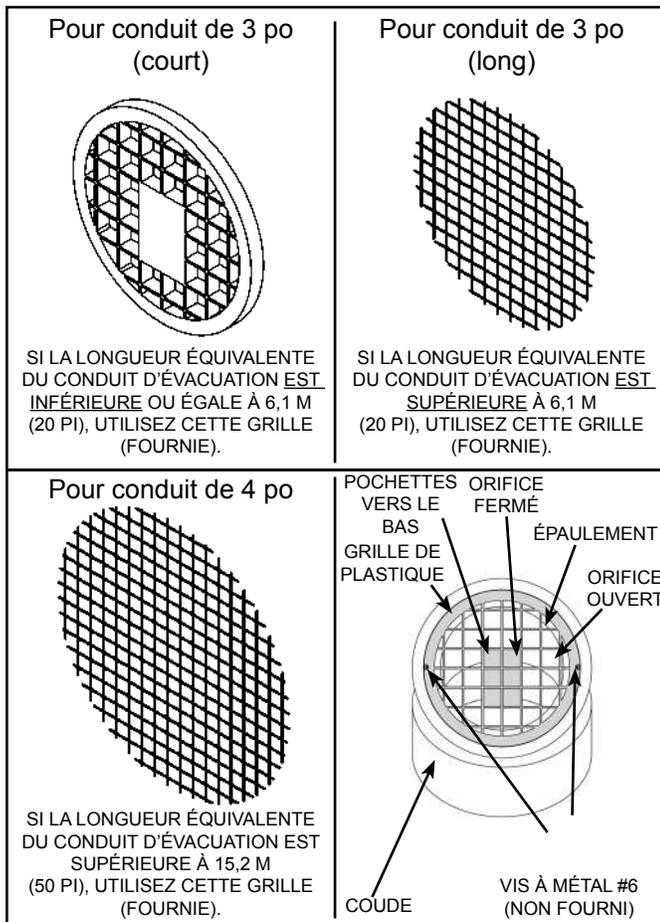

Figure 26
4. Fixez la grille en place à l'aide de vis (non fournies) (voir Figure 26).